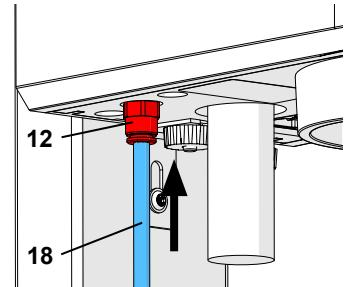

Abb. 5-a
**Bei früheren Geräten ist der Eingangsfilter (13) außerhalb des Geräts angeordnet (Abb. 5-b). In diesen Fällen den Druckluftschlauch (18) in den in Eingangsfilter (13) einschieben. Dabei ist ein leichter Widerstand spürbar zu überwinden.**